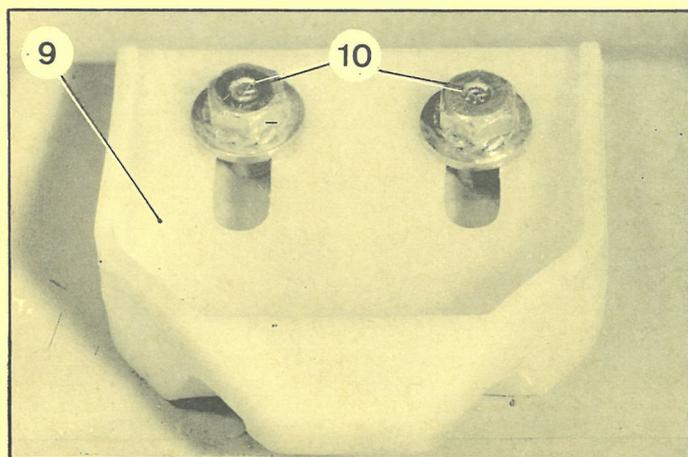

Fig. 6
6. Régler la gâche (9) en agissant sur les vis (10) pour obtenir un accrochage correct (fig. 6).